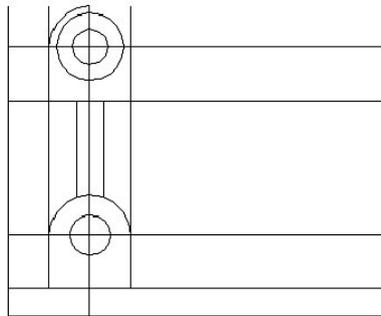

Figura 2 - **TRIM** e **ERASE** para apagar as linhas em excesso.
24. Usando os comandos *TRIM* e *ERASE* apague as linhas em excesso (figura 2).